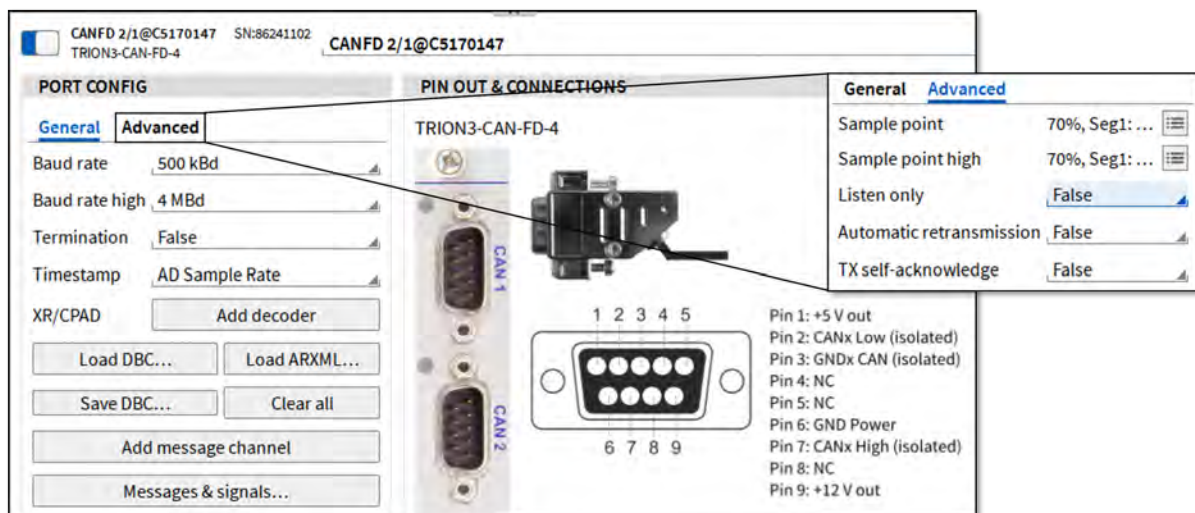

Fig. 4.45: TRION3-CANFD モジュールの CAN-FD チャンネル
チャンネル設定を開くには、ギアボタンをクリックします (Fig. 4.45 の青色で示された部分)。ここでは、ボーレート (Baud rate) やその他の設定を変更できるほか、DBC ファイルを読み込むこともできます。
プロトコルを切り替えるには、まずメッセージを作成し（Fig. 4.45 の ⑦ を参照）、その後プロトコル設定で CAN、J1939、のいずれかを選択します。